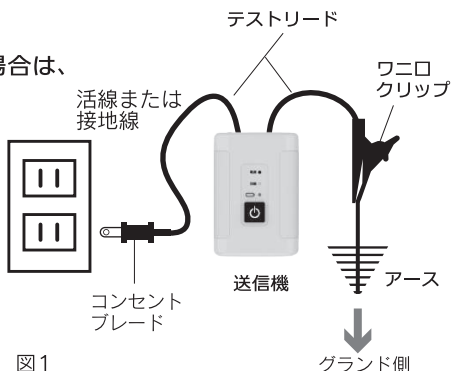

図1
(図1)
1. テストリードの一方のワニ口クリップをアース棒等を使用して直接接地します。(P6図1参照)
3. テストリードを送信機に接続します。(P9図1参照)
2. もう一方のワニ口クリップを識別するケーブルに接続します。(P9図1参照)